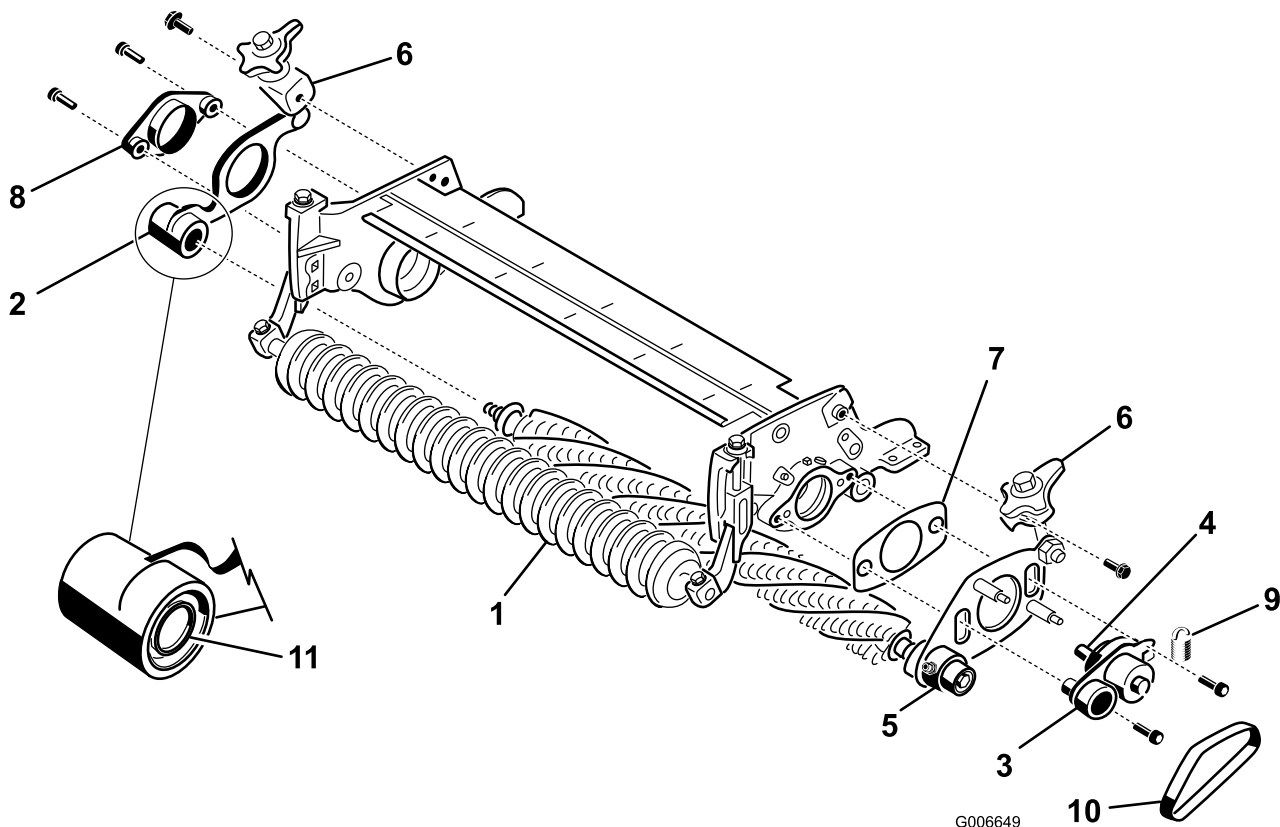

Figura 24
21. En el lado opuesto a la transmisión del acondicionador, retire la chapa del acondicionador del eje del acondicionador (Figura 24).
23. En el lado de la transmisión de la unidad de corte, monte el cubo pivotante, la chapa del acondicionador del lado de la transmisión, y el suplemento en la chapa lateral de la unidad de corte con 2 tornillos de cabeza hexagonal de 3/8" x 1" (Figura 24). Aplique Loctite azul a la rosca de los tornillos antes de la instalación.
24. Instale la chapa del acondicionador del extremo opuesto a la transmisión en el eje del acondicionador (Figura 24). Tenga cuidado de que no se desprenda el muelle del retén.
25. Sujete el buje pivotante del extremo opuesto a la transmisión a la chapa lateral de la unidad de corte con 2 tornillos de 3/8" x 1" (Figura 24). Aplique Loctite azul a la rosca de los tornillos antes de la instalación.
27. Monte las palancas de elevación rápida a las chapas laterales con pernos con arandela prensada de 3/8" x 3/4" (Figura 24).
28. Instale la correa del acondicionador en las poleas (Figura 24). Asegúrese de que los nervios de la correa están correctamente asentados en las ranuras de cada polea.